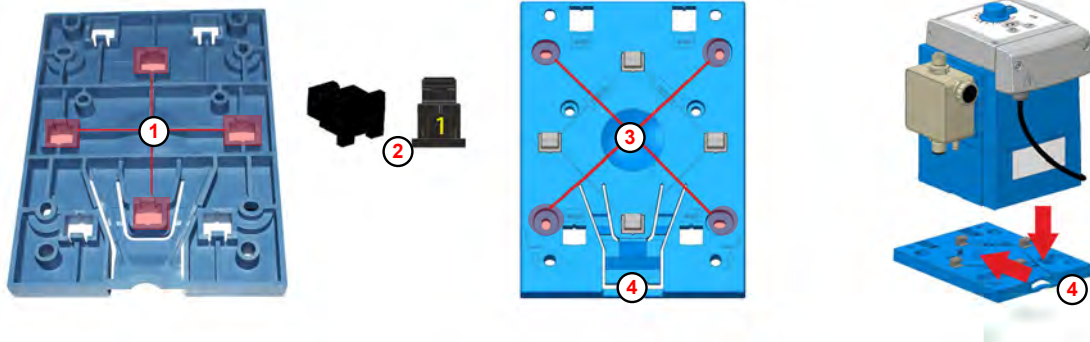

Fig. 4 : Préparatifs pour le montage sur table
Sur la partie inférieure de la plaque de montage, les orifices pour le montage sur table (Fig. 4 , ①) portent le numéro 1.